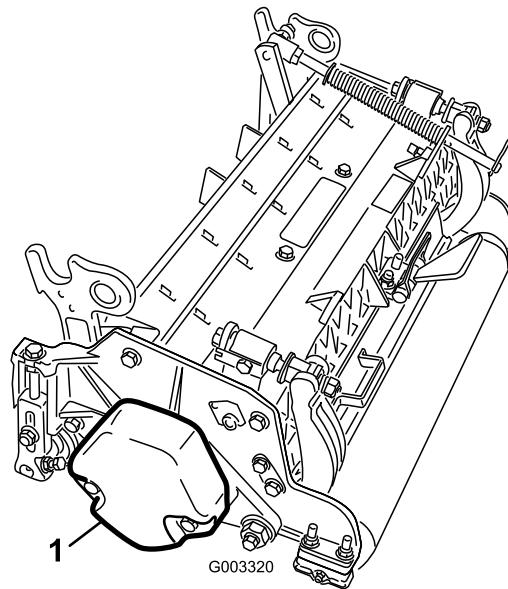

図 9
- カウンタウェイト(図 9)を、決められている側に取り付けるカッティングユニットのオペレーターズマニュアルを参照。